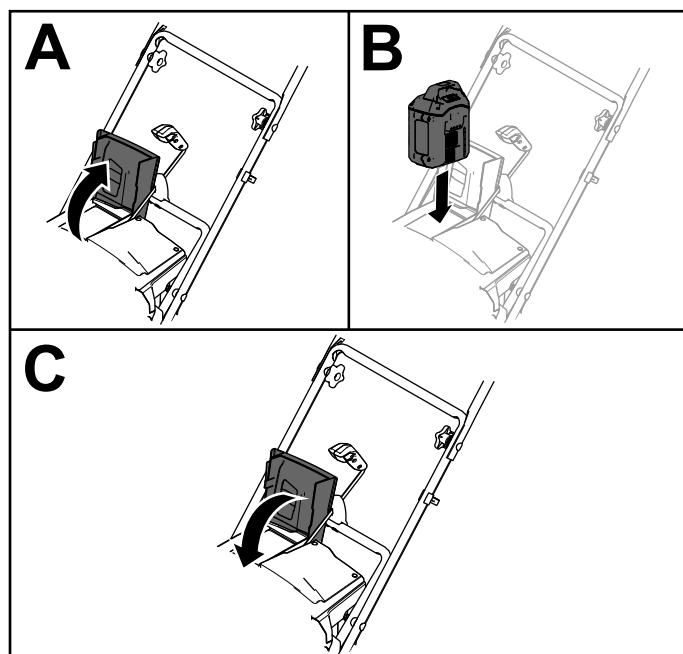

Figure 11
2. Soulevez le couvercle du compartiment de la batterie (A de la Figure 11).
3. Placez le creux dans la batterie devant la languette sur la machine, et glissez la batterie dans le compartiment jusqu'à ce qu'elle s'enclenche en position (B de la Figure 11).
4. Refermez le couvercle du compartiment de la batterie (C de la Figure 11).